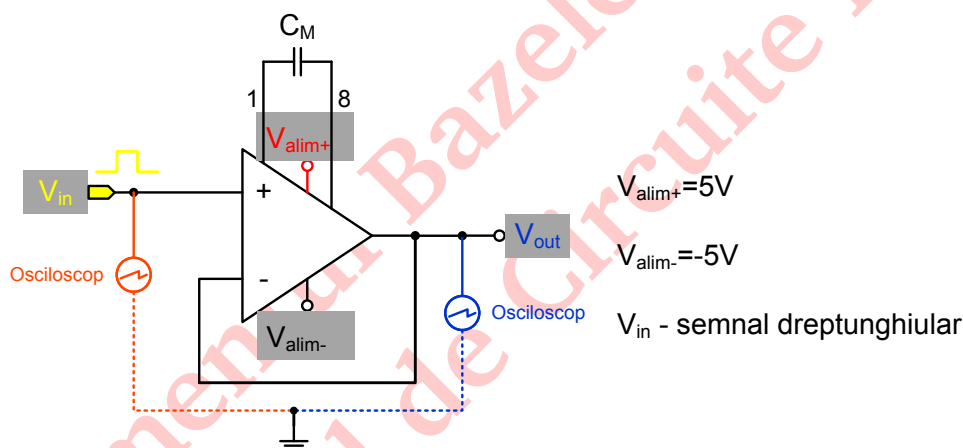

Figura 3: Circuit pentru analiza în timp
**Pentru analiza în domeniul timp**, se va realiza circuitul din Figura 3. Semnalul dreptunghiular de la intrare se va aplica de la generatorul de semnal, **firul galben**, având amplitudinea  $500mV$ , factorul de umplere 50% iar frecvența astfel aleasă încât să se vadă și amortizarea pe semnalul dreptunghiular.